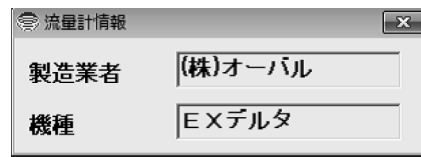

図21
- ③ メッセージボックスを消す場合は右上の✕をクリックします。
- ① 画面上部メニューの「表示(V)」をクリックし、「流量計情報(T)」を選び、再度クリックします。
- ② 図21のようなメッセージボックスが現れ、流量計の情報が表示されます。